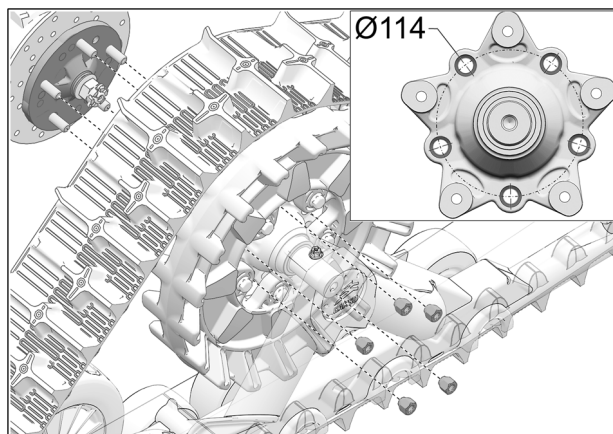

Fig. 17
9. Fixer le système de traction au moyeu de roue arrière. Utiliser le cercle de perçage de $\varnothing 114$ mm et les écrous de roue du véhicule. Voir la Fig. 17